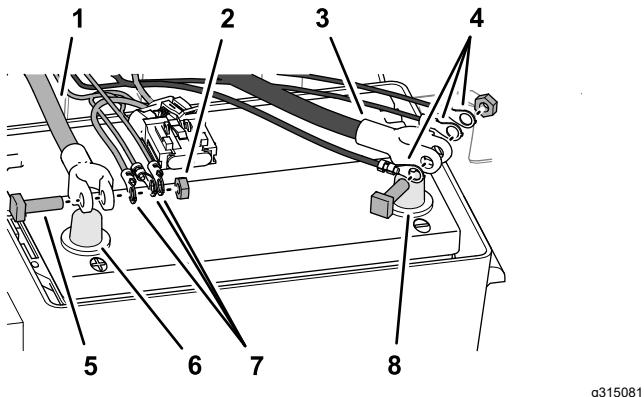

Figura 162
4. Retire los pernos de cabeza cuadrada y las tuercas hexagonales de los terminales de los cables positivo y negativo de la batería (Figura 162).